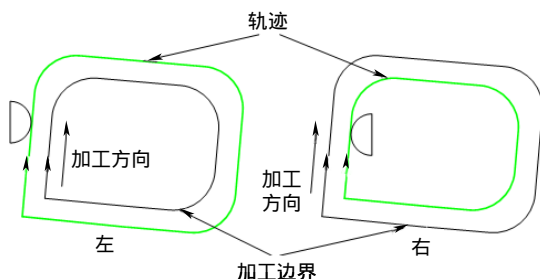

图 7-75 偏移方向
- **【偏移方向】**: “ 偏移类型 ”选择为“ 偏移 ”时设定。对于加工方向, 相对加工范围偏移在哪一侧, 有以下两种选择, 如图 7-75 所示。不指定加工范围时, 以毛坯形状的顺时针方向作为基准。